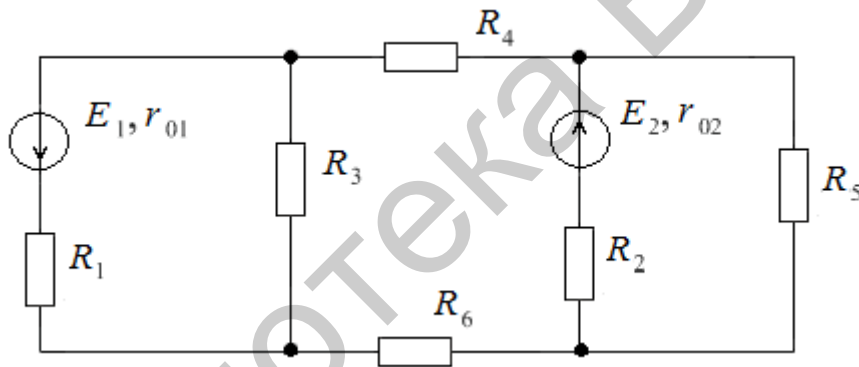

Рис. 80
13. Определить ток I_2 МП для электрической цепи (рис. 80), если $E_1 = 20$ В; $E_2 = 30$ В; $R_1 = 64$ Ом; $R_2 = 43$ Ом; $R_3 = 30$ Ом; $R_4 = 25$ Ом; $R_5 = 50$ Ом; $R_6 = 15$ Ом; $r_{01} = 1$ Ом; $r_{02} = 2$ Ом.